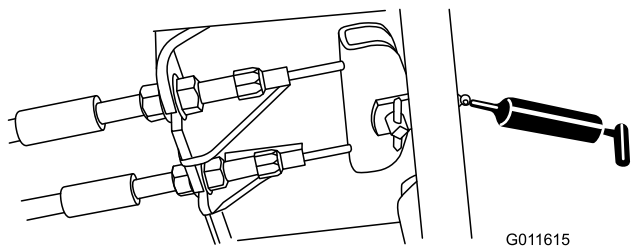

Figura 34
- Pedal de freno (1) (Figura 34)